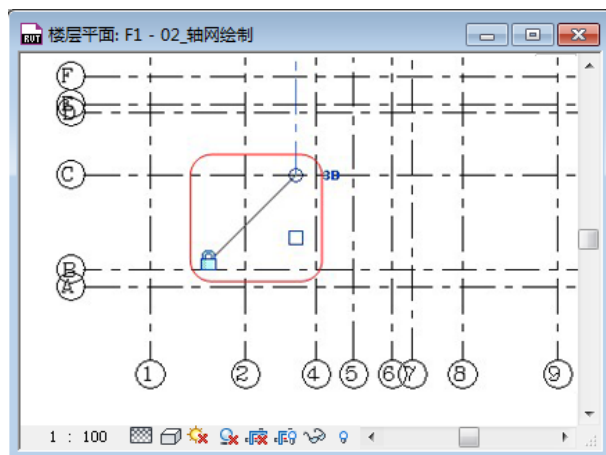

图 1-22
- 11) 同样的方法取消 3、4 及 6、7 轴线下标头显示，并将调整下端点拖拽至 C 轴（如图 1-22 所示）。